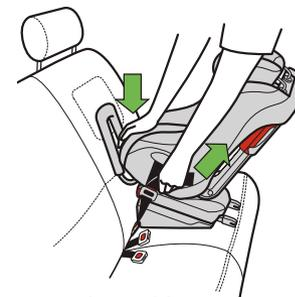

Figure 23
- Appuyez au centre du siège d'auto pour faire baisser le coussin du siège du véhicule et tirez l'extrémité libre de la ceinture d'ancrage DUA pour la serrer, tel qu'illustré dans la **Figure 23**.